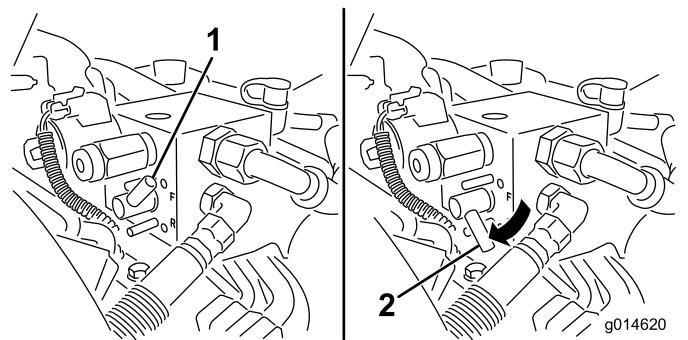

Figura 55
- Girate la leva di lappatura in posizione di retromarcia (R) (Figura 55).